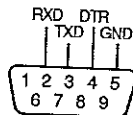

Bild 5-1 Belegung des RS232-Steckers
Der RS232-Anschluß ist ein 9-poliger D-Sub-Stecker (DE-9P) an der Rückseite. Die Anschlußbelegung des Steckers ist neben dem Stecker auf die Rückseite des Gerätes gedruckt (siehe Bild 5-1). Das UDL45 wird wie die meisten Computer-Ports, Drucker oder Terminals als Datenendgerät definiert ist, daher sind für die meisten Anwendungen sogenannte Null-Modem-Kabel notwendig.
- 1) Entsprechend Bild 5-1 und der Anschlußbelegung des Terminals das UDL45 mit dem Terminal verbinden.
- 1) Entsprechend Bild 5-1 und der Anschlußbelegung des Druckers das UDL45 mit der seriellen Schnittstelle des Druckers verbinden.